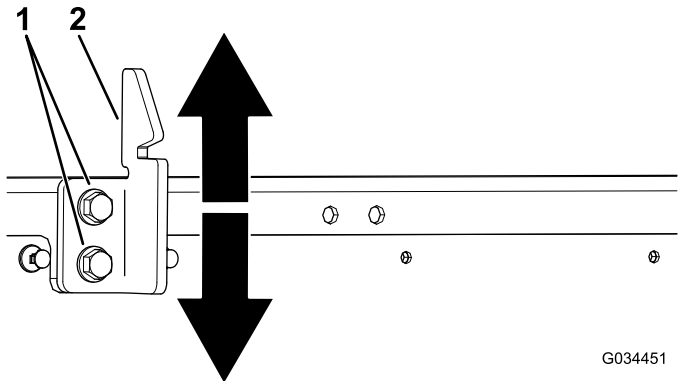

Bild 59
3. Lösen Sie die zwei Schrauben am Schlagbolzen des Ladepritschenriegels und bewegen Sie den Schlagbolzen nach oben oder unten, je nach dem, ob der Schlagbolzen zu hoch oder zu niedrig ist (Bild 59).
4. Ziehen Sie die zwei Schrauben am Schlagbolzen des Ladepritschenriegels an (Bild 59).